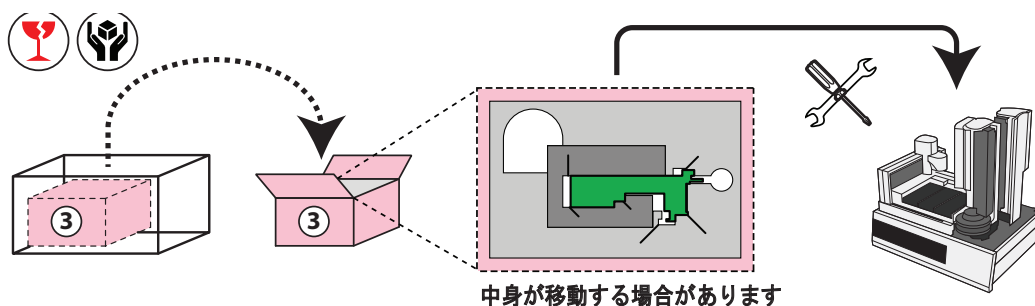

**図 28** 電子機器モジュールボックスを取り出す
- 2 電子機器モジュールボックス（図 28 のボックス 2）を取り出し、取り付けの間にすぐに手が届くように、横に置きます。